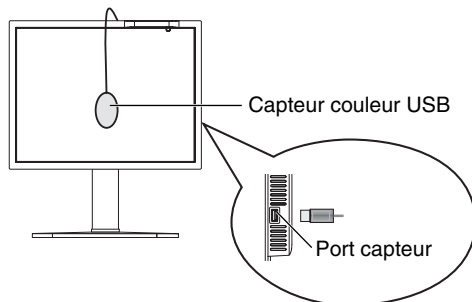

Figure S.1
1. Pour afficher le menu CALIBRAGE, branchez le capteur couleur USB au port capteur (**Figure S.1**)*¹ ou sélectionnez CALIBRAGE AUTOMATIQUE dans le menu avancé (page 25).
4. Lors de la procédure, on vous demandera de placer le capteur de couleur USB au centre du panneau d'affichage (**Figure S.3**). Inclinez le panneau d'affichage d'environ 5° vers l'arrière et placez le capteur couleur USB au centre du panneau d'affichage (**Figure S.1**).